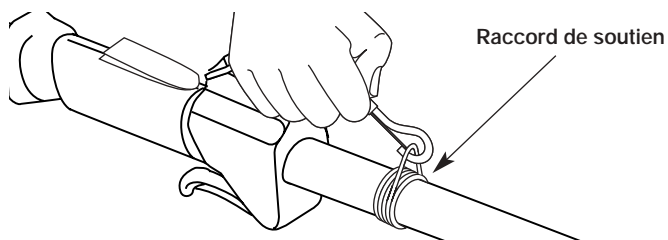

Figure 5
3. Passez le harnais par-dessus la tête puis sur l'épaule. Accrochez-le au raccord de soutien (Fig. 5).